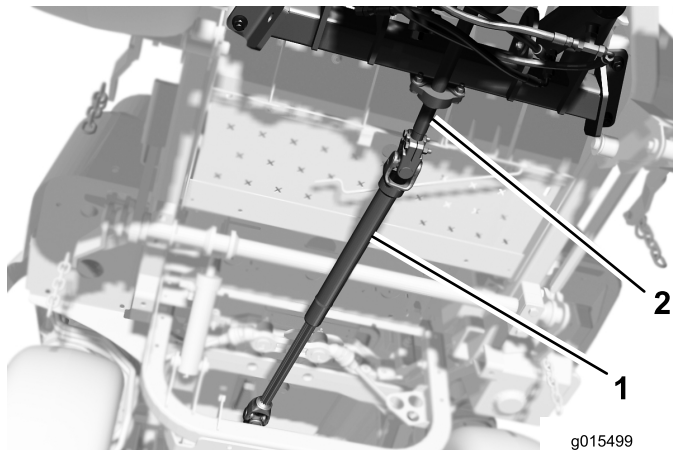

図 10
1. 駆動シャフトの取り付けあなとジャッキシャフトの穴とを整列させ、駆動シャフトをシャフトをジャッキシャフトに挿入する 図 10。